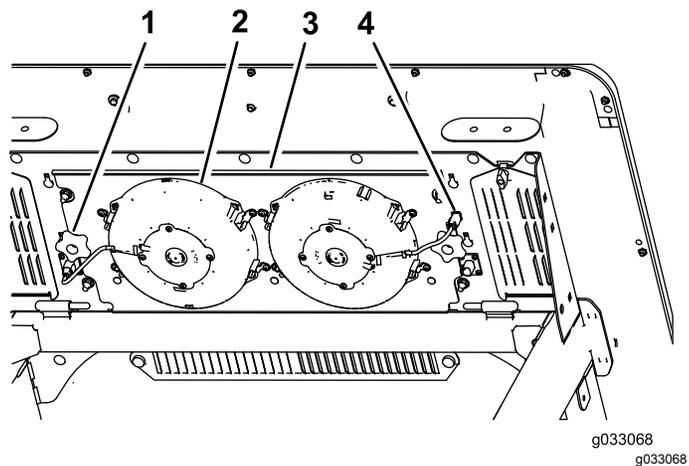

Figura 94
3. Desconecte el enchufe y el cable de los ventiladores de la toma (Figura 94).
4. Retire los 2 mandos que fijan el conjunto del panel del ventilador y los ventiladores a la parte inferior de la parte superior de la cabina (Figura 94) y retire el conjunto.